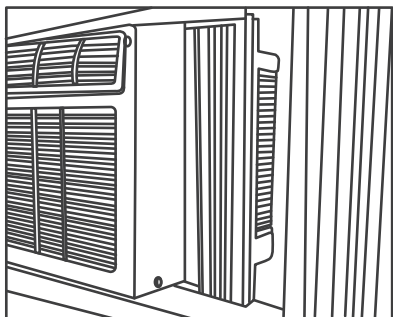

Fig.5
- 2 Mientras sujeta firmemente el aire acondicionado, coloque con cuidado la unidad en la apertura de la ventana de modo que la parte inferior del aire acondicionado descansa contra el umbral de la ventana (FIG 5). Cierre con cuidado la hoja de la ventana sobre el riel superior de la unidad (trate de mantener la inclinación hacia abajo para permitir que el agua de la lluvia acumulada se drene desde la parte inferior trasera de la unidad).